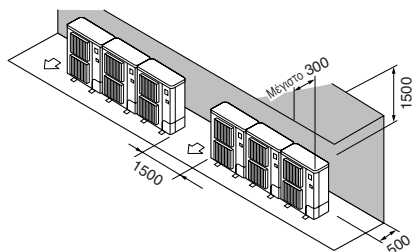

Fig. 2-9
- ② Εμπόδια στην πίσω και επάνω πλευρά μόνο (Fig. 2-9)